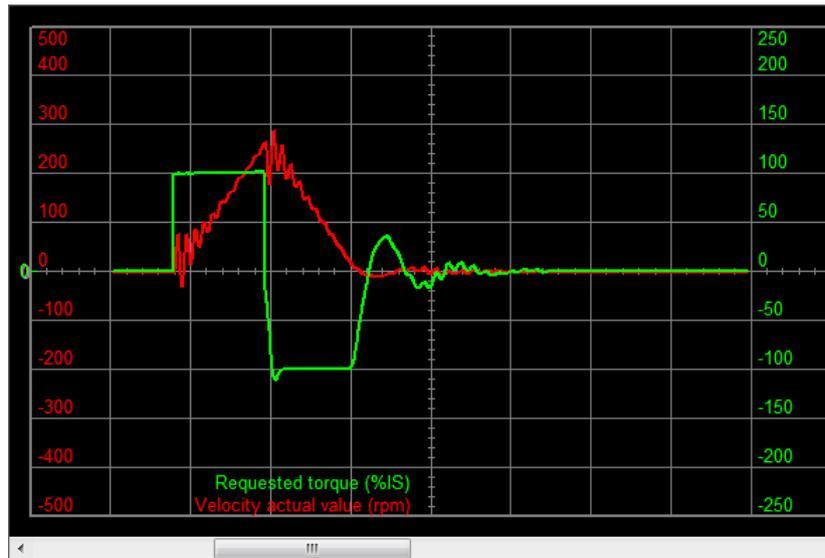

Figura 19.9. Esempio di una stima corretta del momento di inerzia con oscillazioni.
- Se invece la fermata presenta un andamento simile a quello riportato in *Figura 19.9*, cioè con oscillazioni contenute e smorzate, il sistema è comunque stabile e si consiglia di rafforzare leggermente la sua stabilità (vedere i punti 3. *Stabilizzazione del sistema* e 4. *Filtri della Detailed Tuning Guide*).